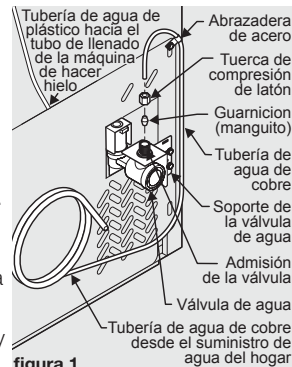
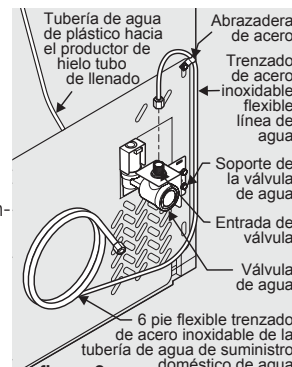

figura 1 (Deje suficiente tubería enrollada que permita mover hacia afuera el refrigerador para hacer la limpieza)
figura 2 (Incluya suficiente tubería en bucle para permitir desplazar el refrigerador hacia fuera para su limpieza.)
4. Si utiliza tuberías de cobre, deslice la tuerca de compresión de latón y la guarnición (manguito) en la tubería de suministro de agua. Inserte la tubería de agua en la admisión de la válvula de agua tan adentro como sea posible (1/4" / 6 mm). Inserte la guarnición (manguito) en la admisión de la válvula y apriete a mano la tuerca de compresión en la válvula. Apriete media vuelta adicional con una llave. NO apriete demasiado. **Vea la figura 1.** Si utiliza tubo de acero inoxidable flexible trenzado: la tuerca ya va montada en la tubería. Deslice la tuerca en la entrada de la válvula y apriete con el dedo la tuerca a la válvula. Apriete otra media vuelta con una llave; NO apriete excesivamente. **Vea la figura 2.**